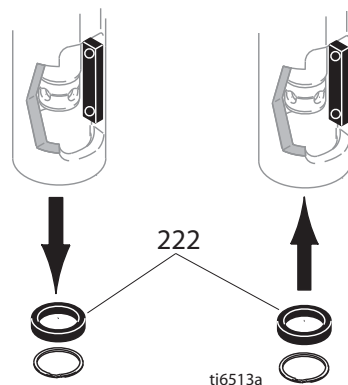

Fig. 10
- 4 Fig. 10. Retirez la bague aimantée (150).
- 1 Fig. 10. Placez une bague aimantée neuve (222) avec les encoches orientées vers le bas.